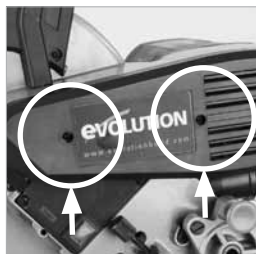

Fig. 46
- Para acceder a la carcasa de la transmisión retire la cubierta de plástico desatornillando los dos (2) tornillos de ranura en cruz que la mantienen sujeta. (**Fig. 46**)